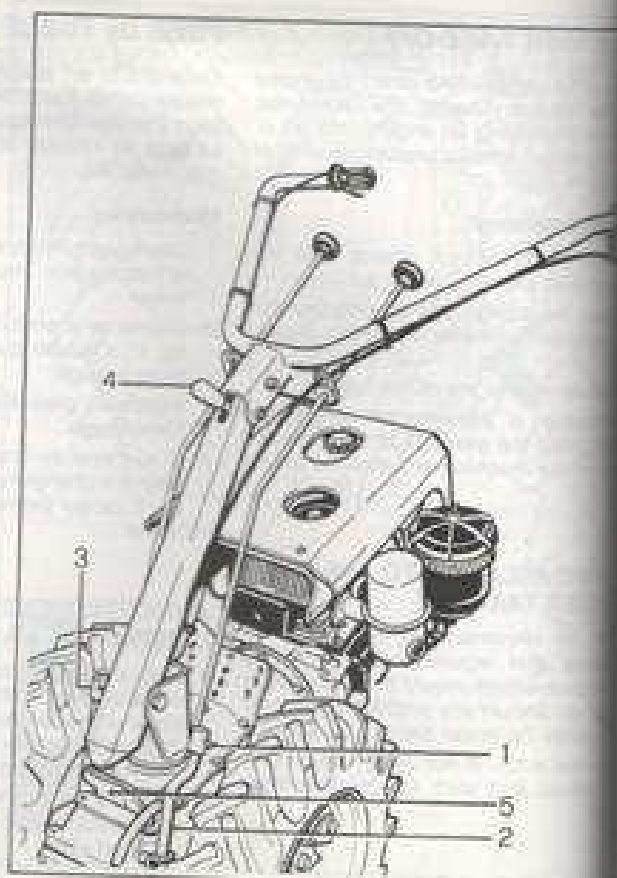

Fig. 8 - Bild 8
1. Rimuovere le spine di sicurezza a «R» (fig. 8, part. 1) che fissano l'asta comando marce (2) e l'asta comando p.d.p. (3).
2. Tirare la leva per lo sbloccaggio della stegola (4), abbassare completamente la stegola e ruotarla di 180° in senso orario.
3. A rotazione effettuata verificare che, rilasciando la leva (4), il piolo di bloccaggio entri esattamente nel foro esistente sulla piastra di supporto (5).
4. Bloccare le aste di comando marce (2) e l'asta comando p.d.p. (3) alle rispettive leve con le spine di sicurezza a «R» (1).
1. Take out the R-shaped safety pins (fig. 8, part 1) which hold the gearshift control rod (2) and the p.l.o. control rod (3).
2. Pull lever for handlebars release (4) completely down handlebars and make them rotate by 180° clockwise.
3. When rotation is completed, make sure that on releasing lever (4) the lock pin enters the hole existing on support plate (5).
4. Hold the gearshift control rods (2) and p.l.o. control rod (3) to the respective levers with the R-shaped safety pins.
1. Enlever les goupilles de sécurité en "R" (fig. 8, rep. 1) fixant la tige des marches (2) et celle de la prise de force (3).
2. Tirer le levier pour le déblocage du mancheron (4), abaisser complètement ce dernier et le tourner de 180° dans le sens des aiguilles d'une montre.
3. La rotation effectuée, s'assurer que la broche de blocage entre exactement dans le trou sur la plaque de support (5), alors que le levier (4) est relâché.
4. Fixer les tiges des marches (2) et la tige de la p.d.f. (3) aux leviers respectifs en se servant des goupilles en "R" (1).
1. Die "R"-Sicherungsstifte (Bild 8, Detail 1) entfernen, welche die Gangschaltstange (2) mit der Zapfwelle-Schaltstange (3) verbinden.
2. Den Steuerhebel zum Sterzeauslösen (4) ziehen, die Sterze vollständig senken und um 180° im Uhrzeigersinn drehen.
3. Sich nach erfolgter Drehung vergewissern, dass beim Loslassen des Hebels (4) der Blockierschaft genau in die Bohrung der Stützplatte (5) eintritt.
4. Die Gangschaltstangen (2) und die Zapfwelle-Schaltstange (3) mit den dazugehörigen Steuerhebeln durch die "R"-Sicherungsstifte (1) befestigen.